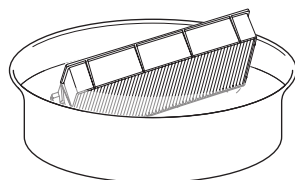

Figura 1
2) Retire la cubierta de filtro de aire. (Figura 1)
1) Lave la unidad de filtro de aire. (Figura 1)
- 2) **Quite la cubierta de lámpara. (Figura 1)**